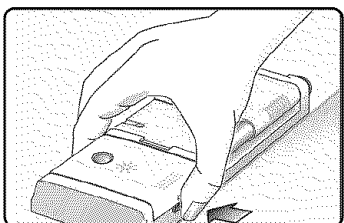

Figure 25/Ilus. 25
1. Open the Rinse Aid Dispenser cover by pressing the release button, as shown in Figure 25, and lifting the cover.
1. Ouvrir le couvercle du distributeur d'agent de rinçage en pressant le bouton de dégagement (figure 25) et en soulevant le couvercle.
1. Abra la cubierta del Surtidor de Agente de Enjuague por medio de oprimir el botón de desenganche, tal como muestra la Ilustración 25 y levantar la cubierta.